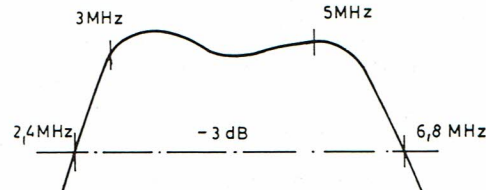

FIG. 4
- Régler : L 504 pour obtenir la courbe fig. 4.